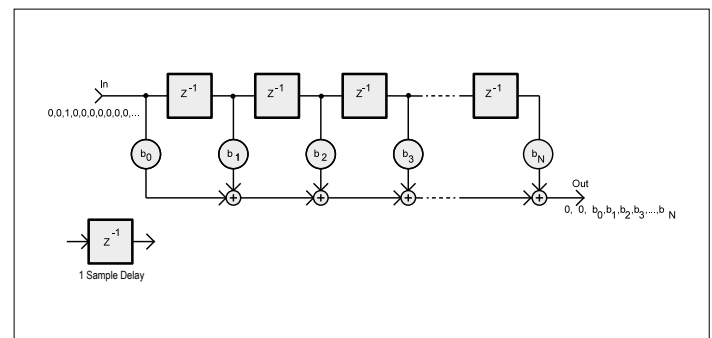
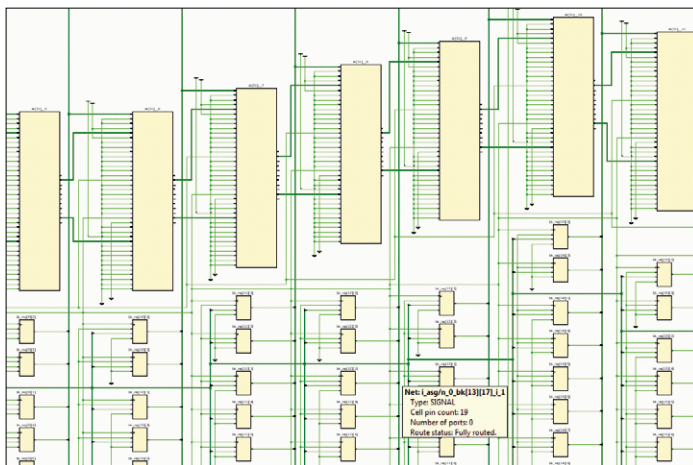

Figure 1. Structure schématique d'un filtre FIR.
Figure 3. Construction d'un filtre en FPGA (vue partielle).
Les filtres FIR [2] sont bâtis comme à la **figure 1**. Ils résultent de la conjonction de trois éléments. D'abord, il y a les blocs mémoires notés Z^{-1} qui retardent le signal d'un temps de latence T_s ($T_s = 1/F_s$ avec $F_s =$ taux d'échantillonnage). En FPGA, ces blocs correspondent toujours à un registre dont la longueur est
Nous voulons en premier lieu réaliser un filtre FIR comme à la **figure 1**. Son code source Verilog est visible dans le **listage 1**. L'opération décrite à la ligne 11 est traduite par un bloc DSP48, elle implique aussi le registre x_k (lignes 7 et 18) de la chaîne de retard. On matérialise les registres de coefficients b_k au moyen de bascules bistables. Pour construire un registre FIR à 32 coefficients (*taps*), il faut en tout 406 tables de correspondance (*LUT*), 786 bascules (FF) et 32 DSP. Pour les 32 coefficients b_k , chacun avec une résolution de 18 bits, il faut $32 \times 18 = 576$ bascules. Nous utilisons 32 blocs DSP pour les multiplicateurs, accumulateurs et registres x_k . Les autres bascules et les tables de correspondance servent à d'autres fonctions, parties intégrantes du module. La **figure 3** ne peut vous montrer qu'une partie du module de filtre FIR.